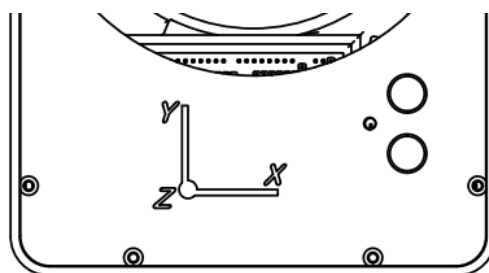

Рисунок 2-10 Гравировка с указанием осей на основании манипулятора
На передней панели установлена кнопка включения ПДУ (1), джойстик управления манипулятором по осям X и Y (2), блок кнопок для управления по оси Z и поворотного основания R (3). Для удобства ориентирования на основании манипулятора выполнена гравировка с направлением и указанием осей (Рисунок 2-10). Корпус пульта выполнен из пластика посредством 3D